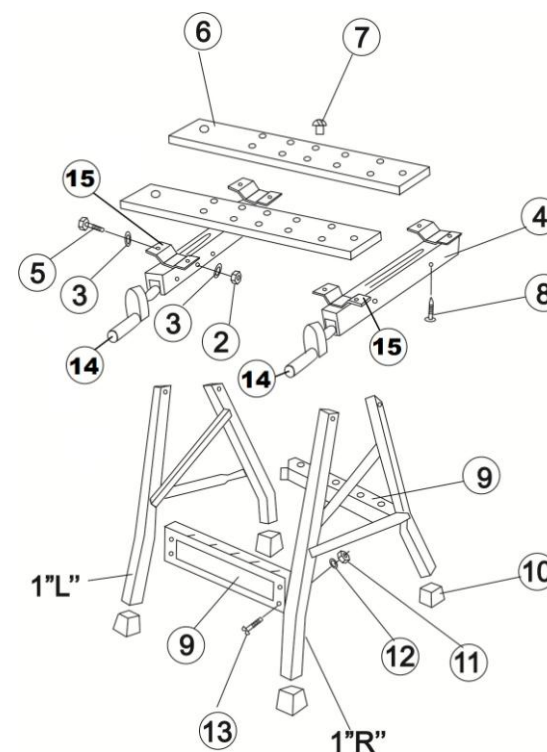

Рис. 1
СБОРКА ВЕРСТАКА (Рис. 1, 2)
Примечание: Используя (детали крепления) винты (13), шайбы (12) и гайки (11), совместив отверстия, закрепите поперечные планки (9) на передних и задних стойках боковых рам (1), Рис. 1.
Примечание: При сборке верстака, как показано на Рис. 1, винты устанавливаются с внешней стороны, а гайки - с внутренней.
КОМПЛЕКТНОСТЬ (Рис. 1, 2):